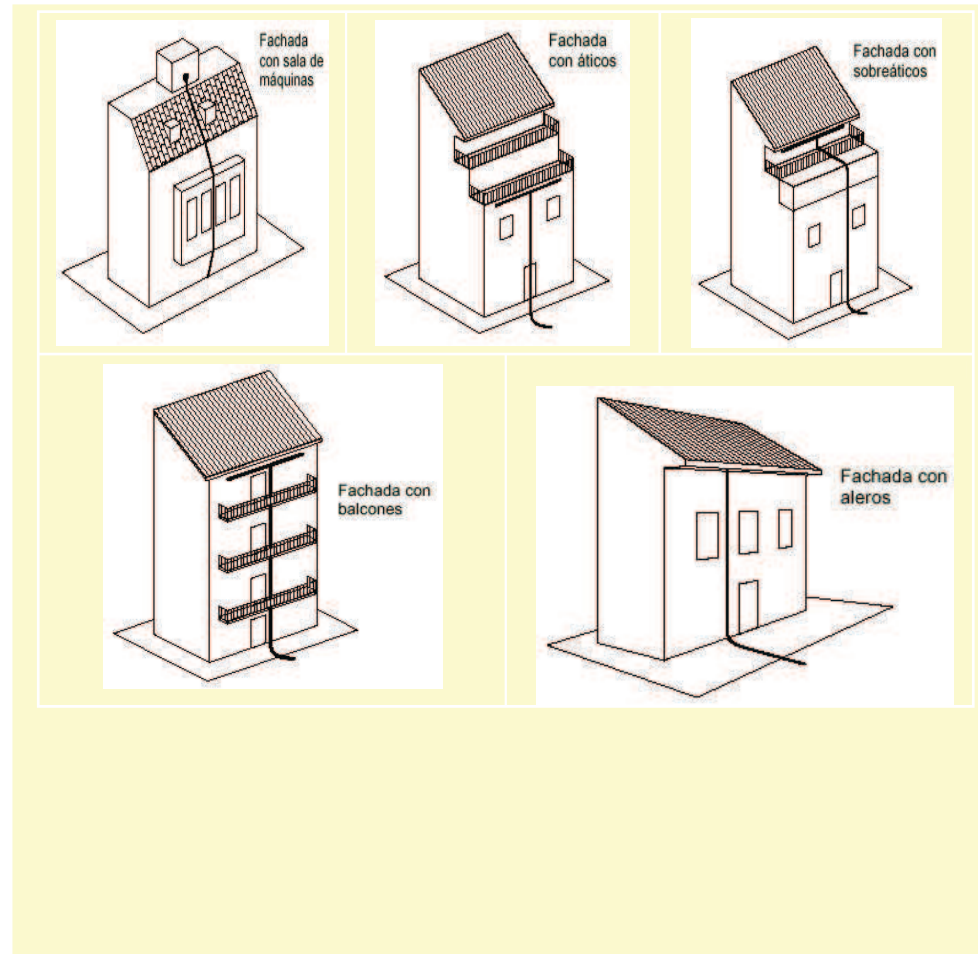

Fig. 25. Distintos casos de instalación de cables de vida en diferentes tipos de edificios
- Cinturón de seguridad de sujeción Clase A Tipo I con anclaje móvil en las situaciones en que no esté garantizada la protección contra caídas o se tenga que trabajar de forma puntual en zonas no protegidas perimetralmente. A veces será necesaria la instalación previa de cables de vida situados estratégicamente en función del tipo de obra o edificio. En la Fig. 25 se pueden observar distintos casos de instalación de cables de vida en diferentes tipos de edificios.